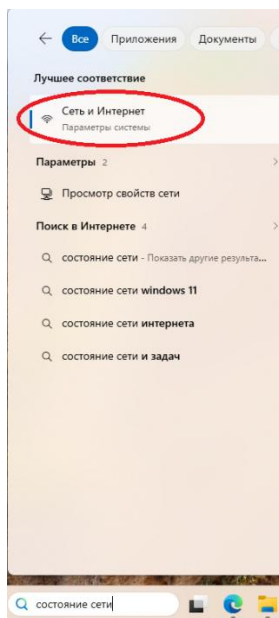

Рис. 1.1. Открытие параметра «Сеть и Интернет»
- настроить управляющий компьютер на сетевые настройки, соответствующие модулю в режиме «INIT». Для этого необходимо зайти в параметр «Сеть и Интернет», например, через поиск (рис. 1.1).